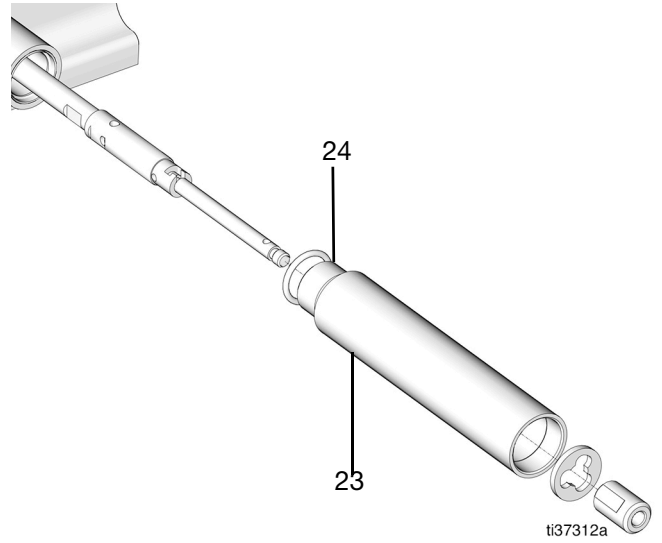

图 39
21. 用管道扳手松开并卸下下部泵管 (23), 然后从下部泵管 (23) 上卸下 O 形圈 (24) (图 39)。